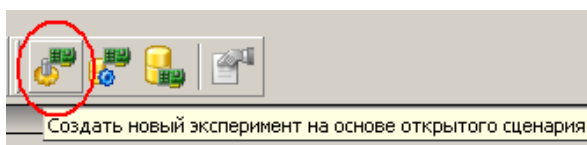

Рисунок 13
1.1. Создать эксперимент на основе открытого сценария с помощью кнопки или команды меню (см.Рисунок 13).